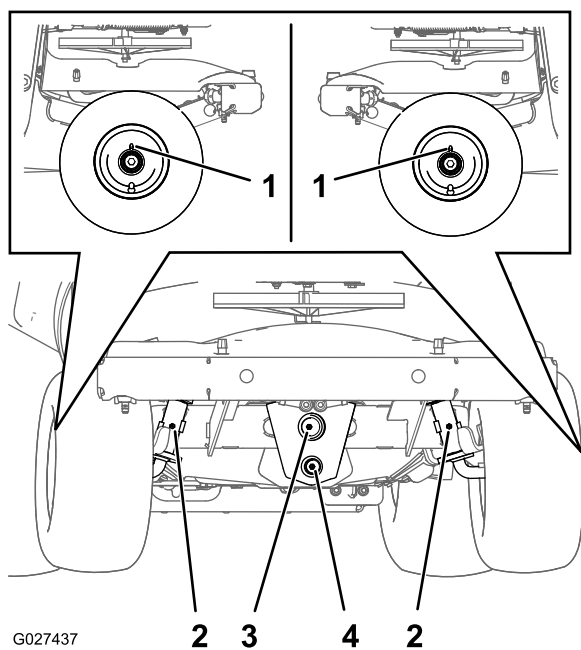

Figura 57
2. Limpie con un trapo los engrasadores (Figura 57).
3. Conecte una pistola de engrasar a los engrasadores (Figura 57).